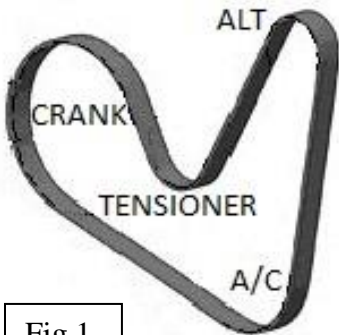

Fig 1
3. Take note of the under hood belt routing diagram. If missing, refer to Fig 1.
14. Install serpentine belt around all pulleys. Now rotate the tensioner in the clockwise (down) direction and remove and discard the locking pin. Slowly allow tensioner to move in the counter clockwise (up) direction until the belt is tensioned. **Note: Refer to Figure 1 or under hood sticker for proper belt routing. Check and ensure that belt ribs are properly seated in all the pulley grooves.**
3. Noter le schéma de routage de la courroie sous le capot. Si celui-ci est manquant, référez-vous à la fig. 1.
14. Installer la courroie multifonction autour de toutes les poulies. À présent, faire pivoter le tendeur en sens horaire (vers le bas) et enlever et jeter au rebut la goupille de verrouillage. Laisser le tendeur se déplacer lentement en sens antihoraire (vers le haut) jusqu'à ce que la courroie soit tensionnée. Remarque : référez-vous à la figure 1 ou à l'autocollant sous le capot pour le cheminement de la courroie. Vérifier et s'assurer que toutes les nervures de la courroie sont bien en place dans les gorges de poulies.
3. Tome nota del diagrama de recorrido de la correa debajo del capó. Si no lo encuentra, consulte la Fig. 1.